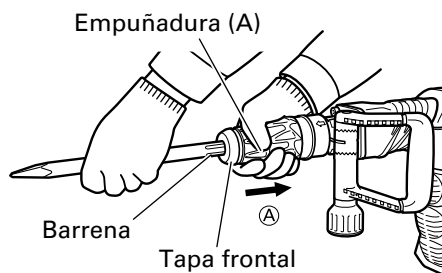
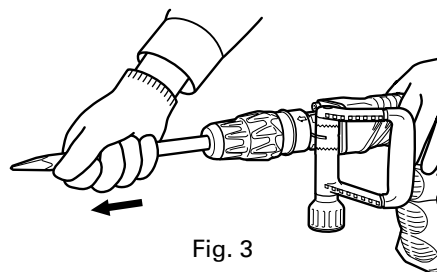

Fig. 2
Fig. 3
- (1) Limpie la parte del v3tago de la herramienta.
- (2) Tal como se muestra en la Fig. 2, tire de la empuřadura (A) en la direcci3n de ①, e inserte la herramienta en el orificio de la tapa frontal.
- (3) Ajuste la posici3n de la ranura girando la herramienta, y despu3s inserte m3s hasta que 3sta toque el extremo del orificio.
- (4) Devuelva la empuřadura (A) a su posici3n original, tire de la herramienta para asegurarse de que haya quedado completamente bloqueada. (Fig. 3)
Tal como se muestra en la Fig. 2, tire de la empuřadura (A) y extraiga la herramienta.